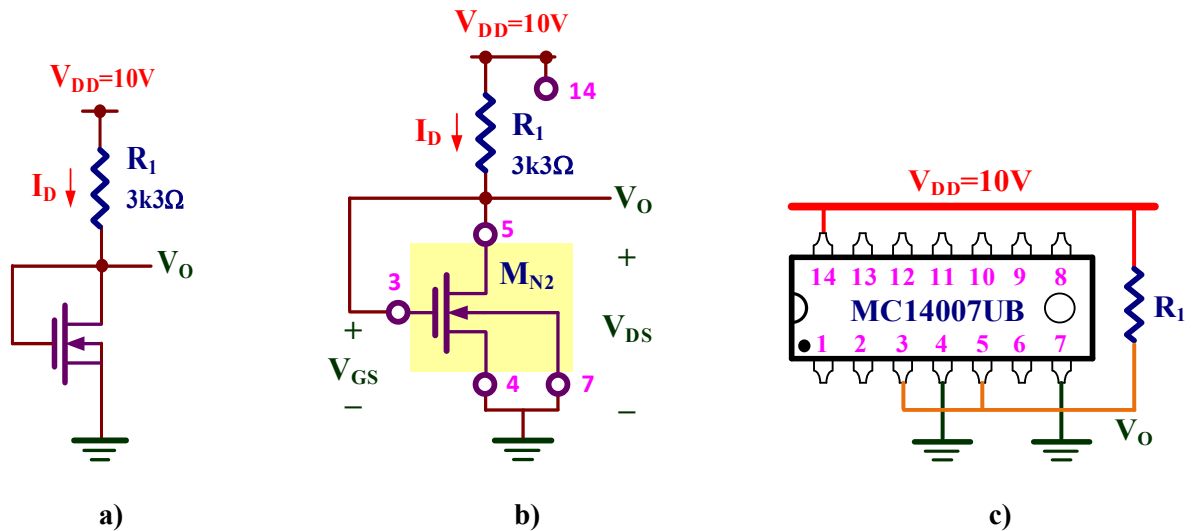

Figura VIII.2. Circuito NMOS: a) Esquema; b) Implementación con el MC14007UB; c) Descripción del cableado para realizar el montaje.
A) Montar el circuito de la figura VIII.2 y determinar la polarización DC del transistor NMOS y el valor de V_O .
Análisis teórico. Al estar el transistor NMOS en la región de saturación, las ecuaciones que definen su polarización DC del circuito de la figura VIII.2 (observar que $V_{DS}=V_{GS}$) y suponiendo $\lambda=0$ son
En la figura VIII.2.b se muestra una propuesta de implementación de este circuito basado en el transistor M_{N2} del MC14007UB; en esta figura se indican además los pines usados del encapsulado. Como información adicional, en la figura VIII.2.c se describe el cableado necesario para realizar el montaje de este circuito.